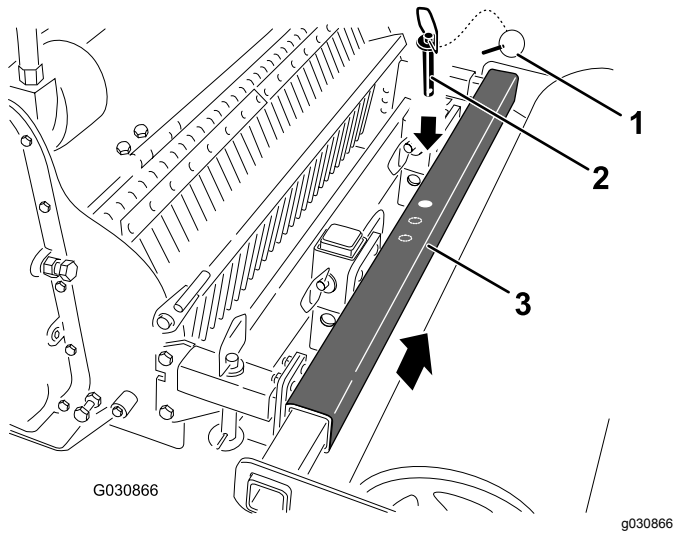

Figure 8
3. Retirez la goupille (Figure 8).
4. Faites glisser le rouleau à la position voulue (Figure 8).